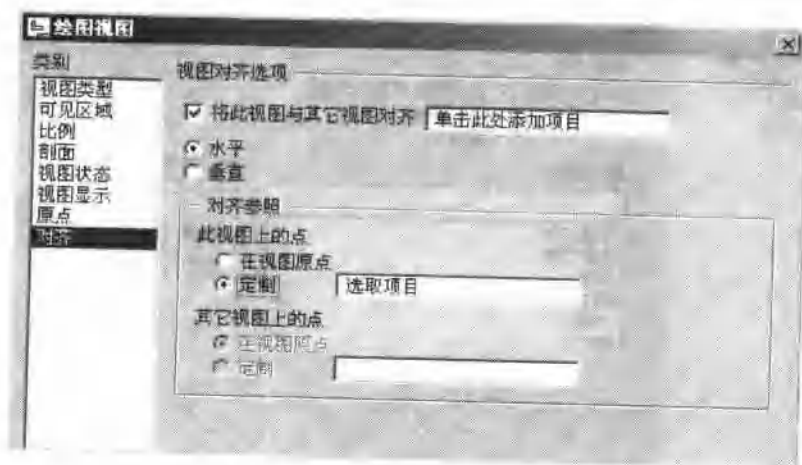
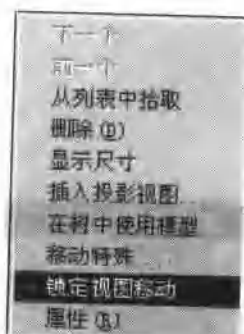

图 1-12 对齐视图对话框
图 1-13 【锁定视图移动】菜单
6. 生成的二维图可能存在中心线或图形没有对齐,可以在“类别”栏里选择对齐调整视图,如图 1-12 所示,或单击右键出现属性对话框,选取【锁定视图移动】,完成视图的调整,如图 1-13 所示。